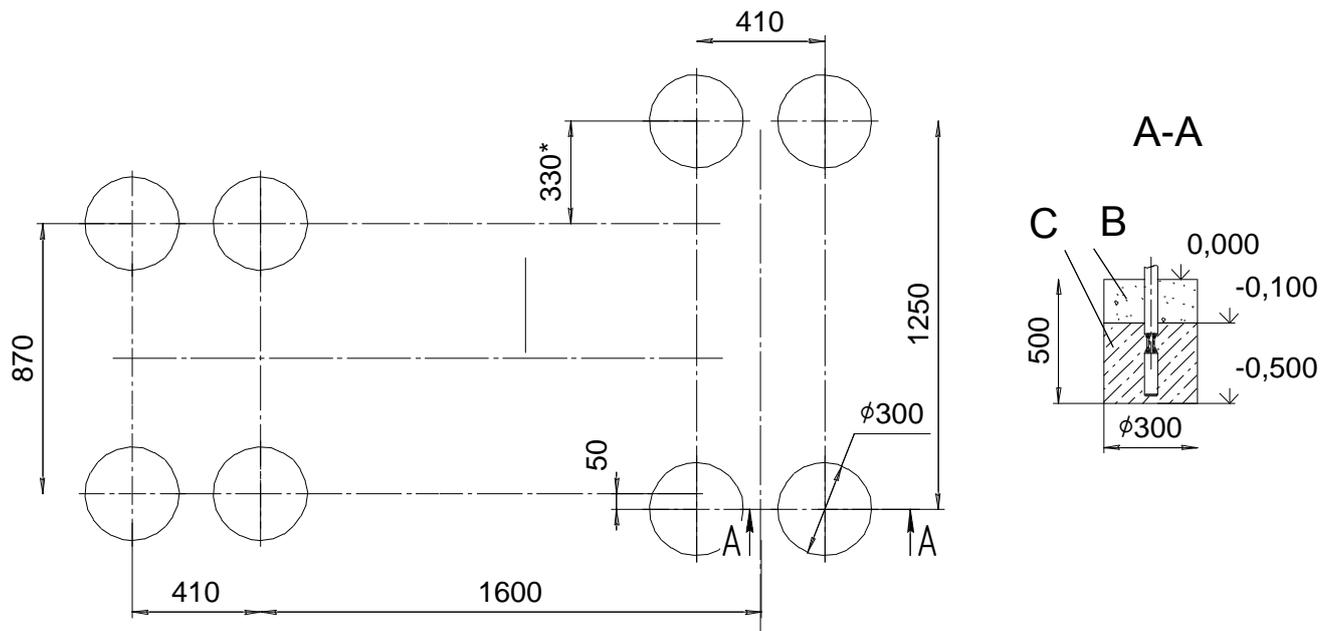

Рис.10
10.3.9 Установить КОМПЛЕКС в подготовленные ямы. Проверить вертикальность установки лестниц и горизонтальность площадки, используя отвес и уровень. Выставить КОМПЛЕКС по высоте площадки по Рис. 1. Зabetонировать (бетон В15;  $V=0,23 \text{ м}^3$ ) согласно схеме (Рис.10);